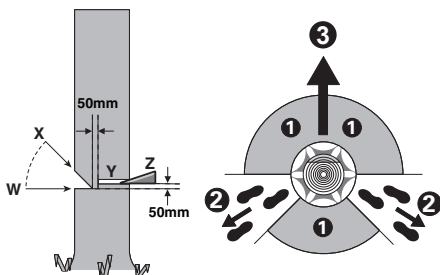

Figura 1
Faceți tăietura de doborâre (Y) cu cel puțin 50 mm mai sus decât tăietura orizontală de creștere prezentată în figura 1. Nu executați o tăietură de doborâre completă, ci doar atât de adâncă încât să mai rămână o legătură (adaos pentru doborâre), care să acționeze ca o balama. Astfel veți împiedica răsucirea copacului și căderea acestuia în direcție greșită. Nu tăiați complet marginea rămasă.
Când copacul începe să cadă scoateți ferăstrăul din tăietură, opriți-l, puneți-l jos și părăsiți zona periculoasă folosind calea de retragere stabilită (2). Fiți atenți la crengile care cad și evitați să vă împiedicați. (Vezi Figura 1)